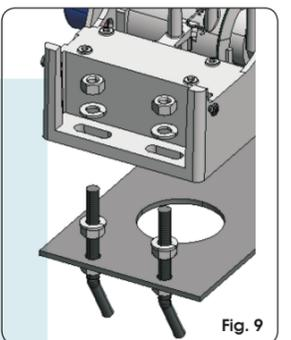

Fig. 9
4. Coloque el operador sobre la placa utilizando las arandelas y las tuercas suministradas en dotación como muestra la Fig.9.